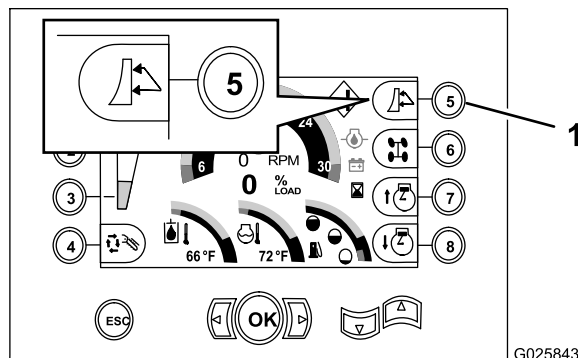

Bild 54
1. Drücken Sie die Taste 5 auf dem Command Center, bis das Symbol für das Planierschild angezeigt wird, um die Maschine zur Planierschildfunktion zu wechseln (Bild 54).